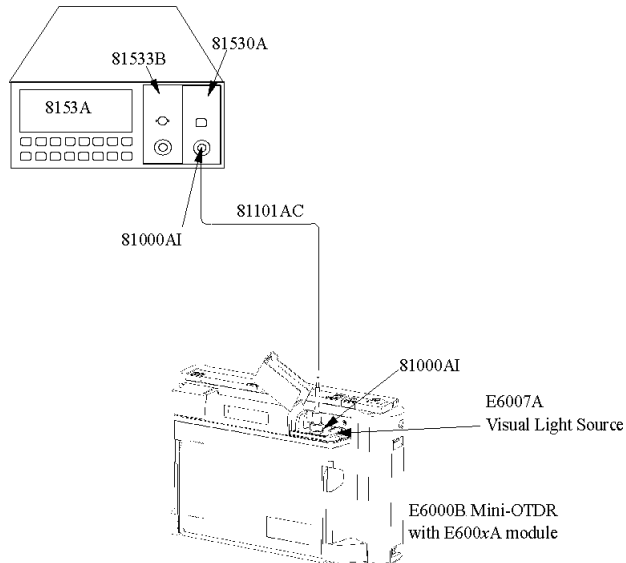

Figura 88 Misurazione della potenza in uscita
- 1 Collegare l'apparecchiatura come indicato alla Figura 88.